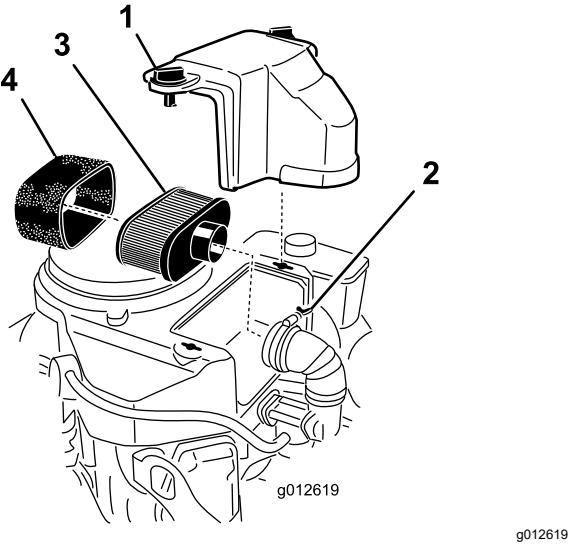

Figura 38
- Pulite intorno al filtro dell'aria per evitare che la morschia possa penetrare nel motore provocando gravi danni (Figura 38).
- Allentate le manopole del coperchio e rimuovete il coperchio del filtro dell'aria (Figura 38).
- Allentate la fascetta stringitubo e rimuovete il gruppo filtro dell'aria (Figura 38).
- Tirate via con cautela l'elemento in schiuma sintetica dall'elemento di carta (Figura 38).
- Fate scorrere con attenzione l'elemento in schiuma sull'elemento di carta (Figura 38).
- Collocate il gruppo filtro dell'aria sull'apposita base o flessibile e fissatelo (Figura 38).
- Posizionate il coperchio del filtro dell'aria in posizione e serrate le manopole del coperchio (Figura 38).
- Pulite l'elemento di carta picchiettandolo delicatamente per rimuovere la polvere. Se è molto sporco, sostituite l'elemento di carta (Figura 38).